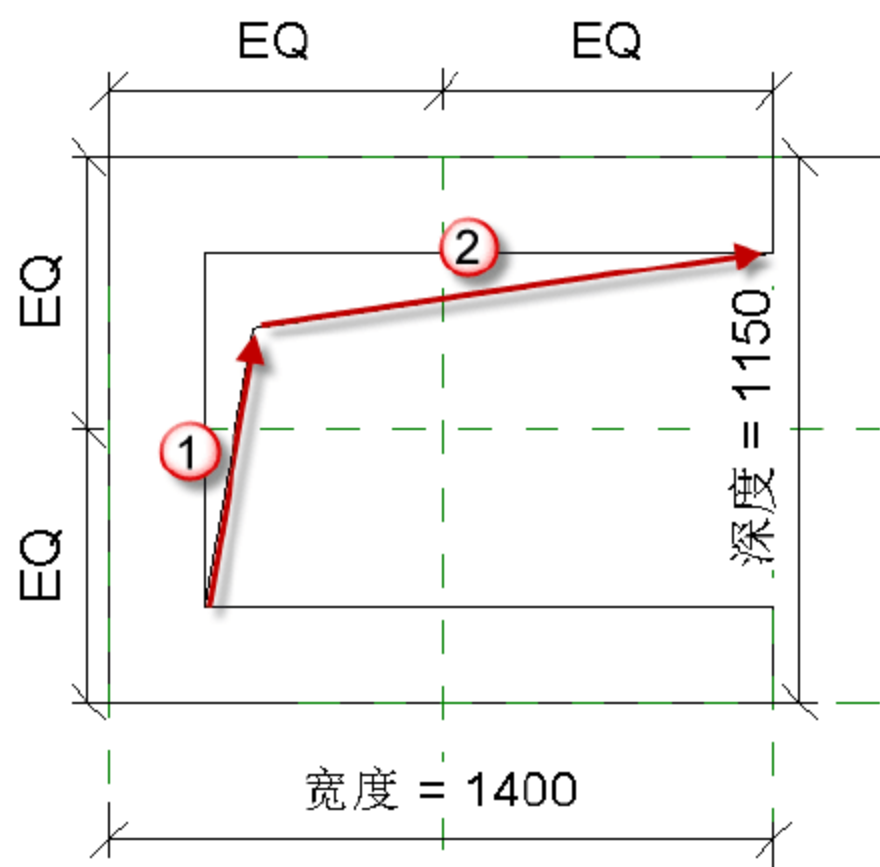

图 12.3.43 绘制镂空符号
(7) 绘制镂空符号。选择“注释”→“符号线”命令，然后绘制风道的镂空符号，如图 12.3.43 所示。